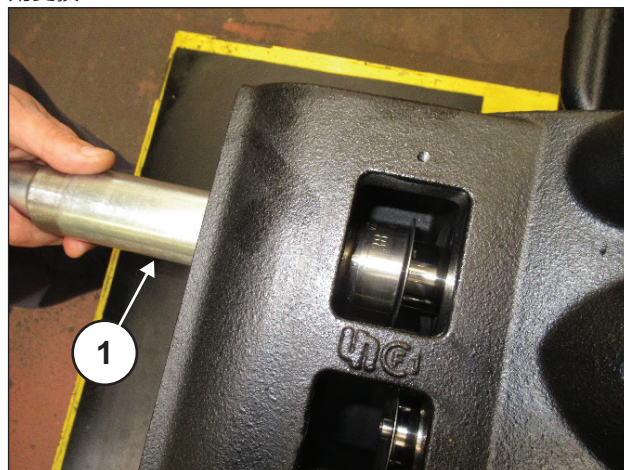
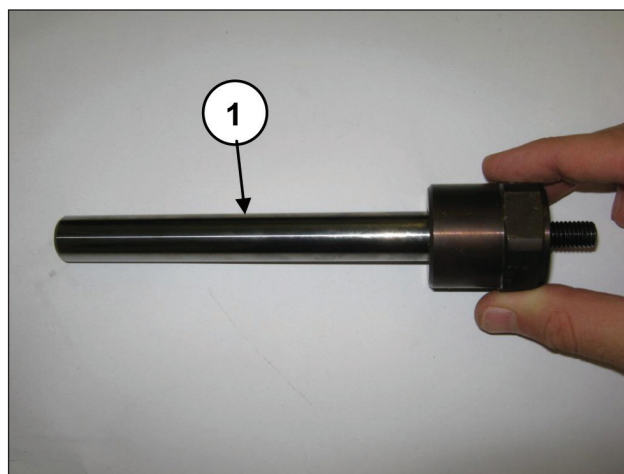

图 110
图 111
使用专用工具（代码25047400）拆卸活塞（部件① · 图 110） · 并检查其磨损状态（部件① · 图 111） · 如有必要则更换。